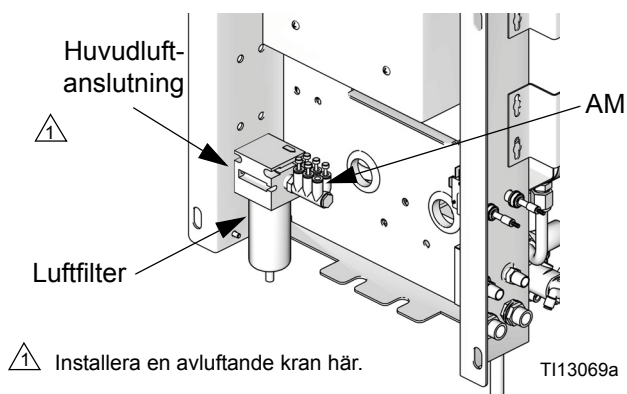
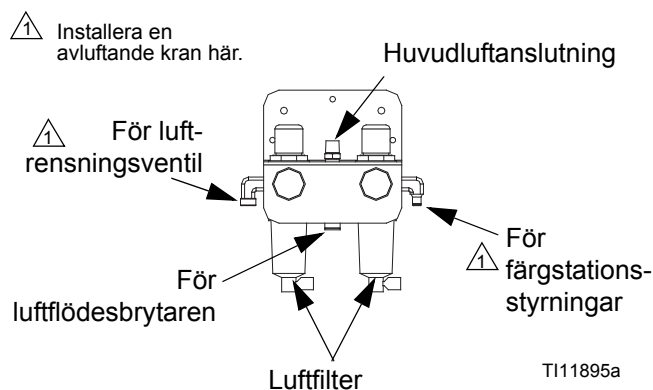

Fig. 7. Vägghävt luftmatningsintag
Fig. 8. RoboMix luftmatningsstyrning
2. Installera en avluftande avstängningsventil i styrluftfiltrets intag. Se FIG. 7 för väggmonterade system och FIG. 8 för RoboMix-system.
Använd en separat matningsledning för rensningsluften till luftrensningsventilen (APV). Anslut inte luftrensningsventilen till enhetens huvudluftmatning eller till lufffördelningsröret (AM, FIG. 7) så förhindras kontaminering av solenoiderna, ledningarna med luftlogiken och enhetens huvudluftmatning med vätska om luftrensningsventilen (APV) och backventilen (CV) slutar att fungera.